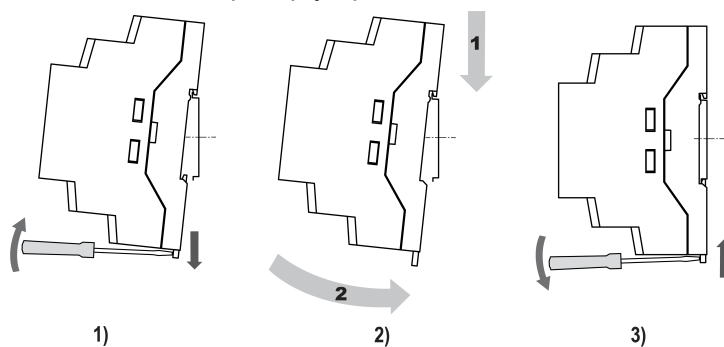

Рисунок 4.10 – Монтаж прибора с креплением на DIN-рейку
2. Вставив отвертку в проушину, оттянуть защелку рисунок 4.10, 1
3. Установить прибор на DIN-рейку в соответствии с в направлении стрелки 1 рисунок 4.10, 2);
4. Прижать прибор к DIN-рейке в направлении, показанном стрелкой 2 (см. рисунок 4.10, 2). Зафиксировать защелку (см. рисунок 4.10, 3).